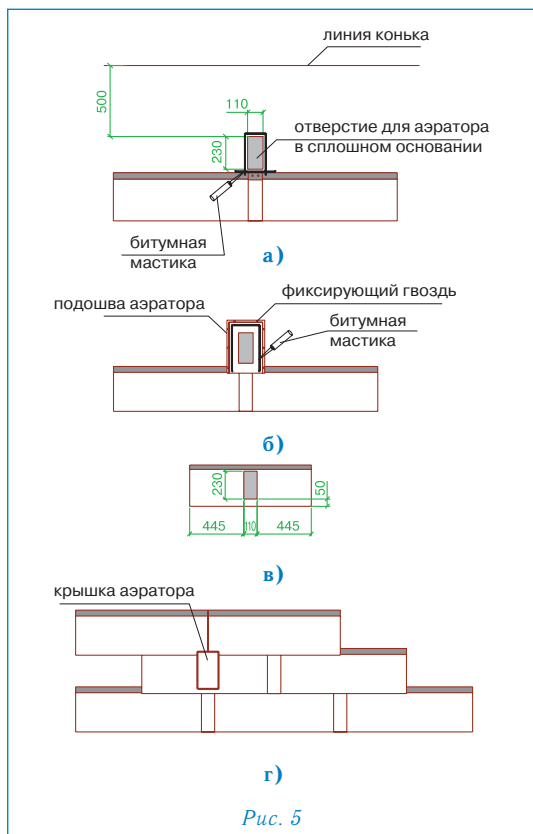

Рис. 5
Установка аэратора (рис. 5)
- в сплошном основании кровли прорезается отверстие 11×23 см, расположенное согласно рис. 5а;
- корпус аэратора устанавливается поверх отверстия и фиксируется гвоздями из нержавеющей стали; по верхней и боковым сторонам подошвы корпуса также наносится битумная мастика (рис. 5б);
- далее укладывается очередной ряд черепицы; подошва аэратора при этом закрывается листом ПРЕСТИЖ КОМПАКТ с заранее прорезанным в нем отверстием (рис. 5в);
- на корпус аэратора устанавливается крышка, которая фиксируется нажатием (до щелчка) (рис. 5г).